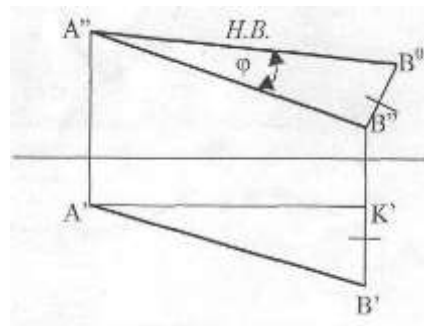

Рис.5
4. Отрезок А''В⁰ и является натуральной величиной (Рис.5).